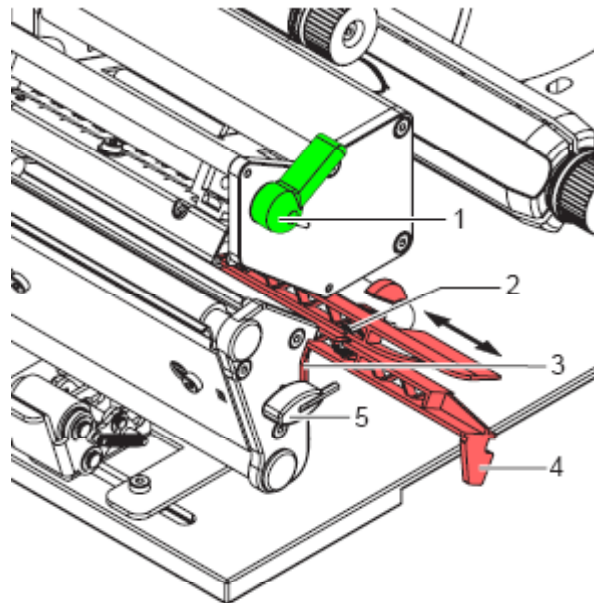

Figure 2
1. Tourner le levier (1, Figure 2) en sens inverse des aiguilles d'une montre pour déverrouiller la tête d'impression.